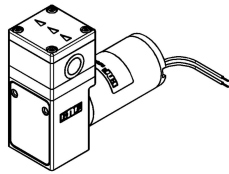

Fig. 11: optimale Einbaulage /
- Einbaulage** → Die Einbaulage der Pumpe kann prinzipiell frei gewählt werden. Für maximale Genauigkeit und schnelle Entlüftung die bevorzugte Einbaulage beachten (Fig.11).